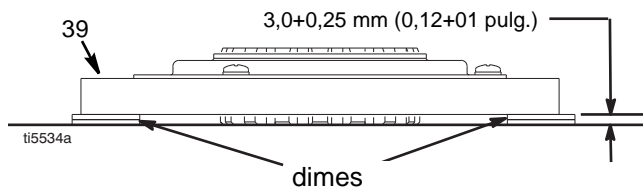

FIG. 8
1. FIG. 8. Coloque dos pilas de dos monedas de duro sobre la superficie uniforme de un banco.
2. Coloque el inducido (39) sobre las dos pilas de monedas.